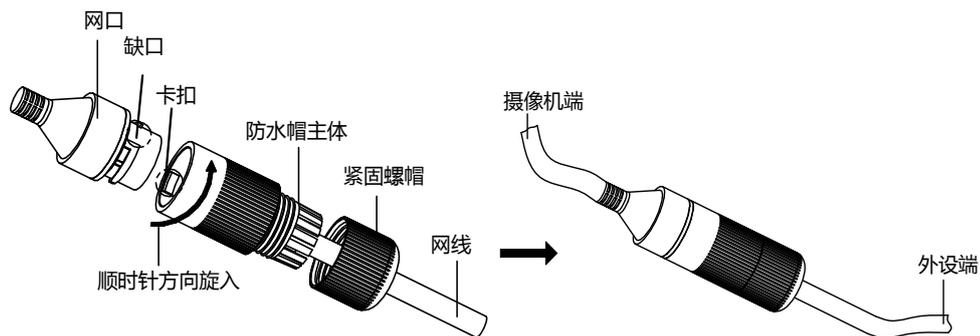

图2-6 安装网口防水套
- 步骤4 将制作好的网线插入网口内，将防水帽主体套在网口端，将紧固螺帽顺时针旋入防水帽主体，防水帽主体旋入网口时，请保持网口的卡扣和防水帽主体的缺口对齐，网口防水套安装完毕后如图 2-6 所示。